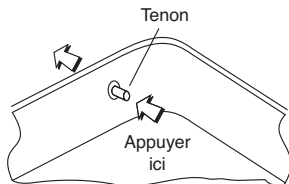

Figure 6
- (ii) Déposez le tenon illustré à la figure 6. Placez-le sur le coin d'une table et poussez délicatement dessus vers le bas (remarque : recouvrez le détecteur d'un chiffon pour éviter que le tenon soit éjecté). Vous avez en principe ainsi percé un petit trou rond bien net.